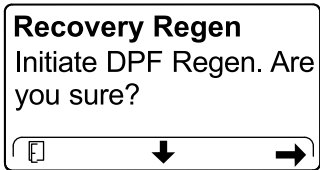

Рисунок 81
4. На экране INITIATE DPF REGEN (НАЧАЛО РЕГЕНЕРАЦИИ DPF) нажмите правую кнопку, чтобы продолжить (Рисунок 81).